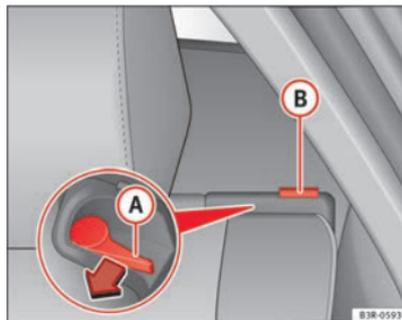

Fig. 115 Palanca de desbloqueo del respaldo
- Oprima la palanca de desbloqueo (A) ⇒ fig. 115 en la dirección de la flecha.